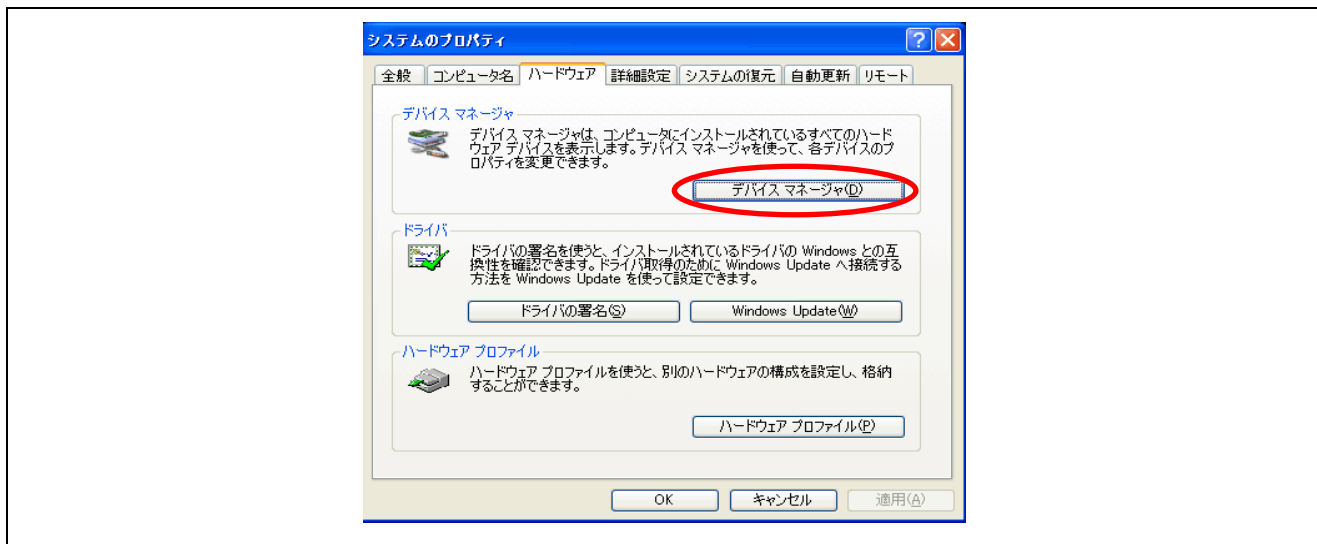

図 4.1 システムのプロパティ画面
- (1) マイコンピュータのプロパティを表示します。(システムのプロパティ画面)
- (2) システムのプロパティ画面から[ハードウェア]タブを開き、図 4.1のように[デバイスマネージャ]ボタンを押してください。